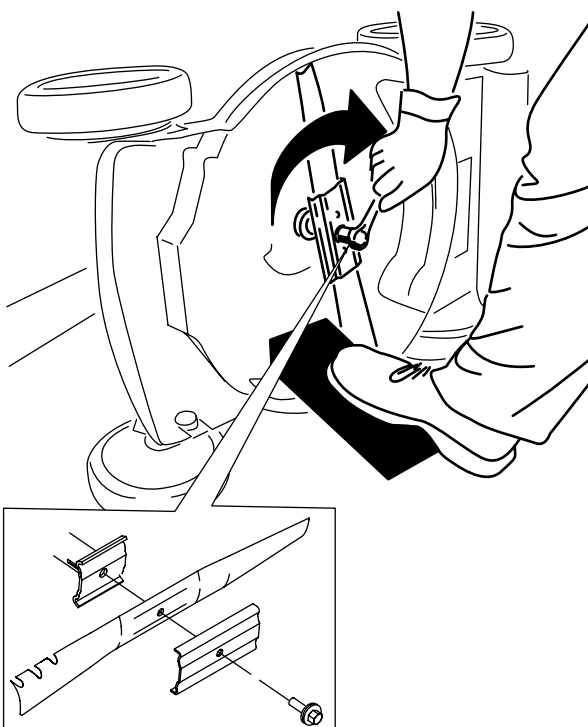

Figure 18
4. Montez la lame et le boulon de lame de rechange (Figure 18).